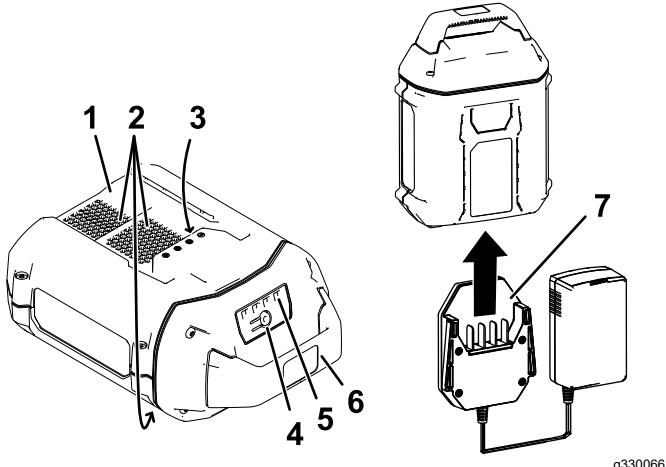

Figura 13
2. Alinee el cargador con el hueco de la parte trasera de la batería (**Figura 13**).
3. Introduzca el cargador en la batería hasta que esté completamente asentada (**Figura 13**).